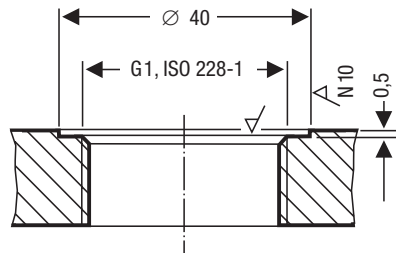

Fig. 4
5. Dichtflächen auf Behältergewindestutzen oder Flanschdeckel überprüfen. **Fig. 4**
- Die Dichtflächen vom Flanschdeckel müssen gemäß **Fig. 4** technisch einwandfrei bearbeitet sein!